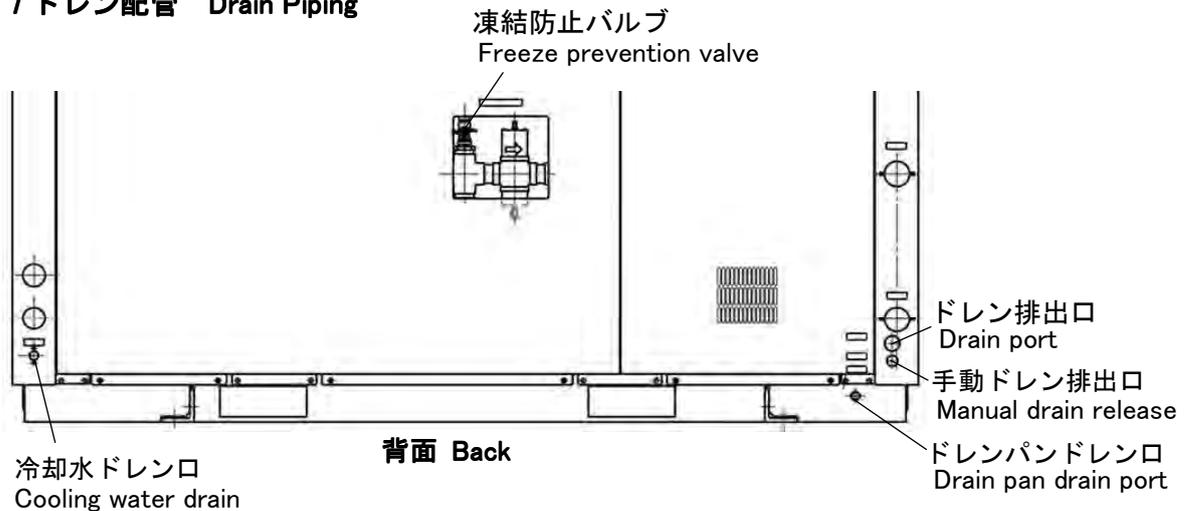

図 1. Figure 1.
やむを得ず立ち上がりを設ける場合は、バルブまたはドレントラップを取り付け、水が抜けるようにしてください。(図1)
Do not allow a rise in the piping from the air compressor to the air dryer. If you cannot avoid a rise, install a valve or drain trap so that water can discharge. (See Fig. 1.)
1. 図1に示すドレンパンドレン口 (R3/8) に配管してください。
Attach R 3/8 piping to the drainpan drain port of Figure 1.
1. 図 1 に示す冷却水ドレン口 (Rp1/4) のプラグを外し、配管してください。配管の途中には別途バルブを設け、通常はバルブを閉じてください。
Remove the plug from the cooling water drain (Rp 1/4) of Figure 1 and attach piping. Install a valve along the piping and keep it normally closed.
3. 7 項図 1 に示す凍結防止バルブを開いてください。凍結防止バルブは、本機内の制水弁をバイパスします。凍結防止バルブを開かないと、本機停止中は制水弁が閉じているので冷却水は循環しません。本機を運転する場合は、必ず凍結防止バルブを閉じてください。
Open the freeze prevention valve of Figure 1 in section 3.7.